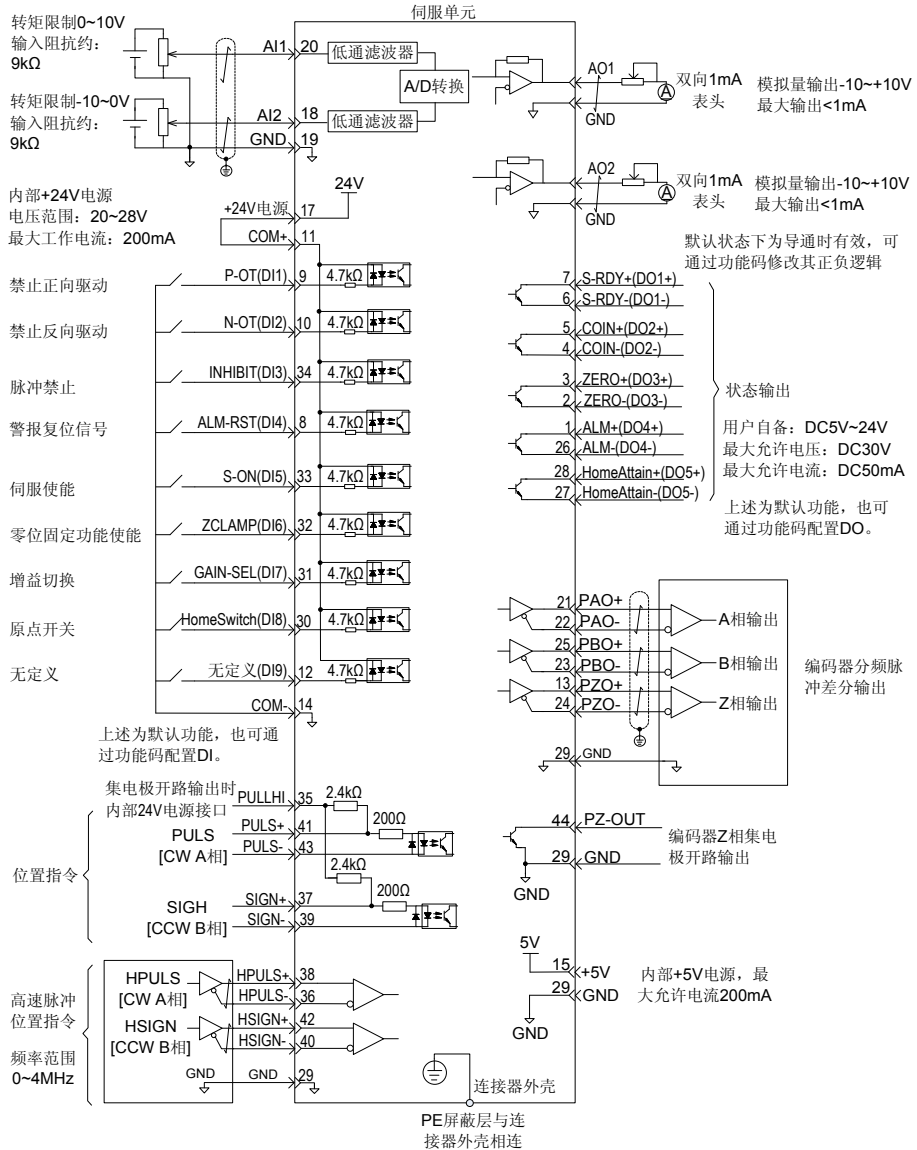

图4-2 位置模式配线图
3. 参考图4-2配线说明连接CN1端子中的脉冲方向输入和脉冲指令输入以及必要的DI/DO信号，如伺服使能，定位完成等。